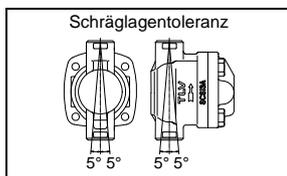

Abbildung 1
- Dieses Produkt ist innerhalb der rechts gezeigten Schräglagentoleranzen vertikal einzubauen, mit dem Einlass unten und dem Auslass oben (Abbildung 1).